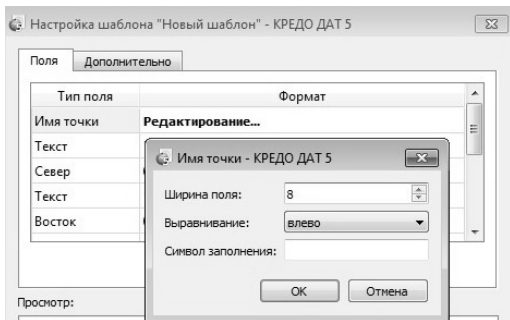

Рис. 45 Настройка шаблона экспорта точек
6. Дважды щелкните строку **Имя точки** в столбце **Формат**. При этом откроется окно **Имя точки**. В строку **Ширина поля** внесите **8** (рис. 45). Нажмите **ОК**.